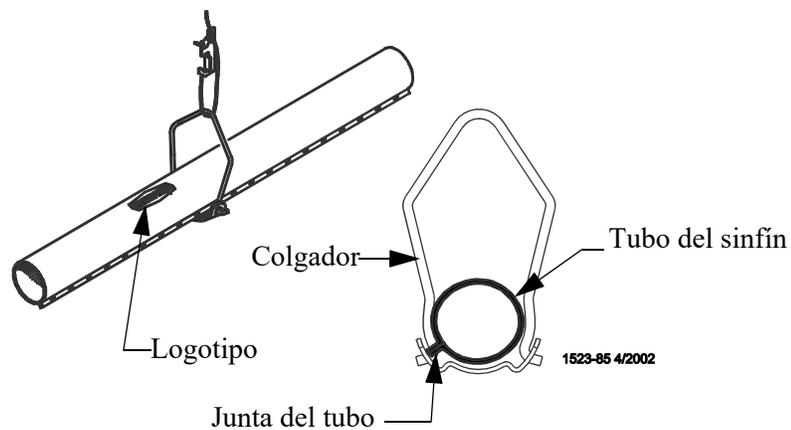

Figura 26. Instalación del colgador
3. Para lograr la caída total de alimento a todo el largo del sistema, el logotipo de Chore-Time debe estar centrado en la corona de los tubos y todos los colgadores deben estar instalados como se muestra en la **Figura 26**.